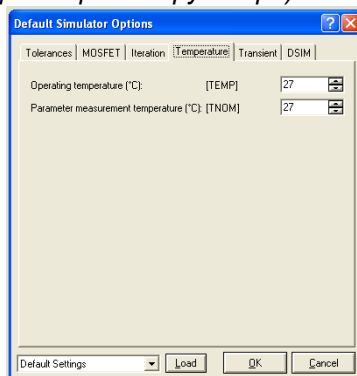

Рис.8
- Вкладка **Temperature** (Рис. 8). Здесь всего два параметра: